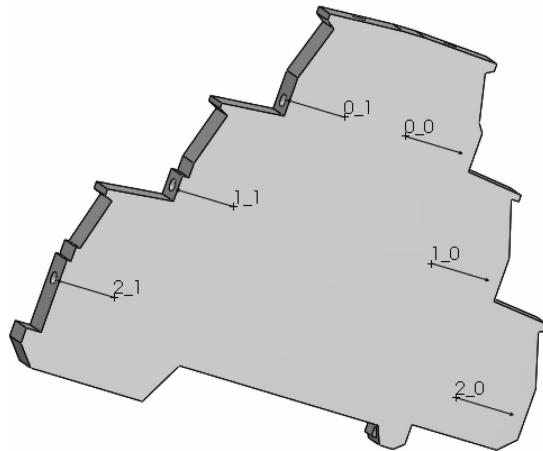

图 2-6 定义连接点
**步骤 13 定义连接点** 单击【根据设备型号创建电气连接点】。从命令面板中单击【选择设备型号】，输入型号【870-553】，单击【查找】。找到型号后，单击【确定】。如图 2-6 所示插入连接点。单击【取消】，返回到导航器，单击【确定】。